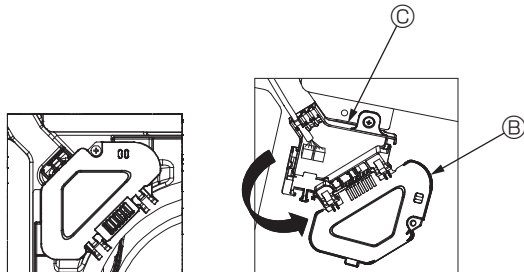

Fig. 7-5
- ③ Usunąć jedną śrubę mocującą pokrywę skrzynki złączy, a następnie otworzyć pokrywę. (Fig. 7-5)
- ④ Umieścić złącze przewodu łączącego w skrzynce złączy.
- ⑤ Zainstalować osłonę przewodu i pokrywę skrzynki złączy.